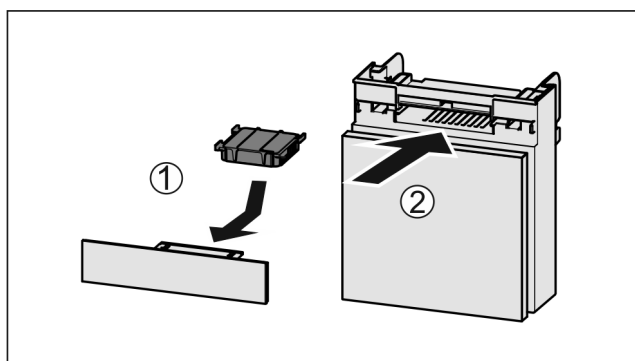

Fig. 156
- ▶ Vložte aktívny uhlíkový filter podľa obrázka Fig. 156 (1).
- ▶ Zasuňte zásuvku Fig. 156 (2).